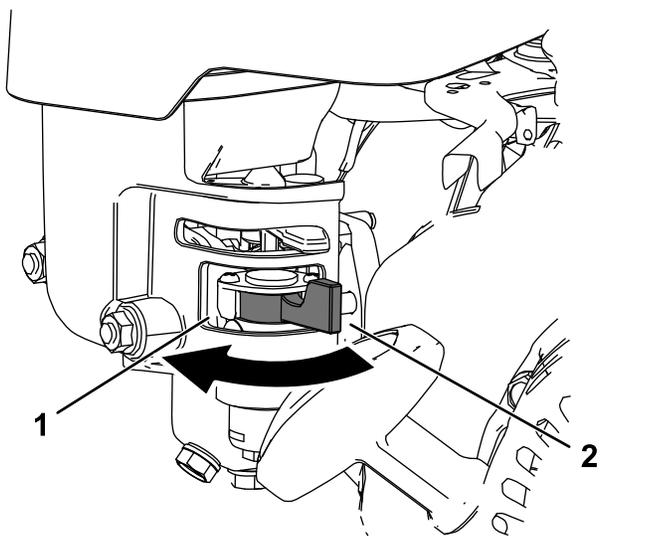

Figura 18
- Per aprire la valvola del carburante, ruotate la leva di intercettazione del carburante verso la maniglia dell'avviatore autoavvolgente (Figura 18).
- Per chiudere la valvola del carburante, ruotate la leva di intercettazione del carburante lontano dalla maniglia dell'avviatore autoavvolgente (Figura 18).